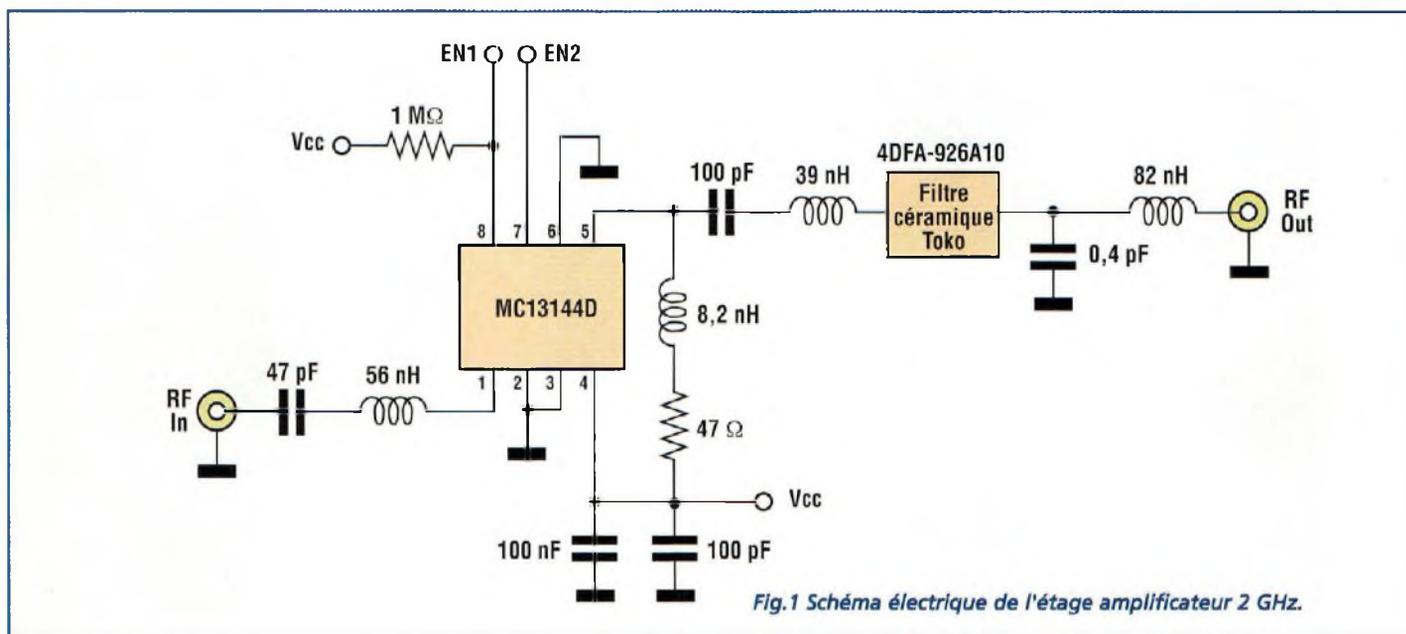

Fig.1 Schéma électrique de l'étage amplificateur 2 GHz.
**P**armi les schémas d'applications des circuits Motorola consacrés à la haute fréquence, nous avons retenu cet amplificateur à faible bruit avec polarisation programmable opérant dans la bande des 2 GHz, bande de fréquence principalement dédiée aux systèmes digitaux de communication. Comme l'atteste le schéma électrique reproduit en fig.1, le composant principal est le circuit MC13144 qui renferme un LNA (Low Noise Amplifier) configurable en cascade, capable de fonction-